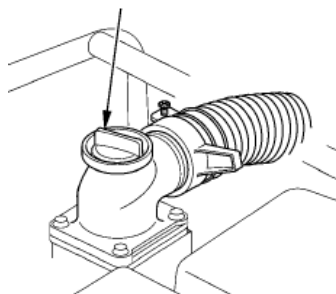

Рис. 17 Расположение пробки заливного отверстия
1. Открутите пробку 4 отверстия для заливки воды в корпус насоса (Рис. 17).